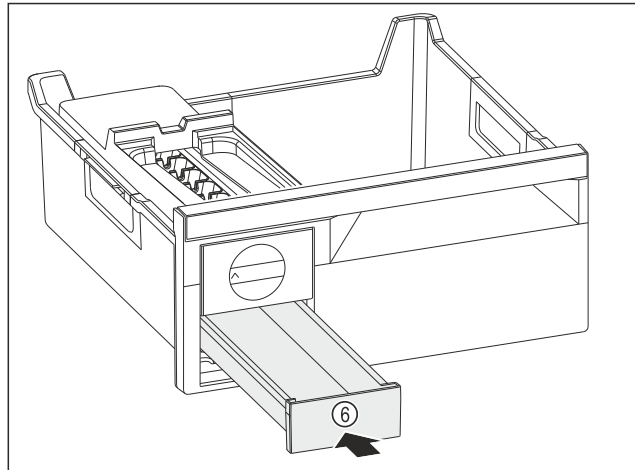

Fig. 110
- ▶ Insérer le compartiment à glaçons Fig. 110 (6).